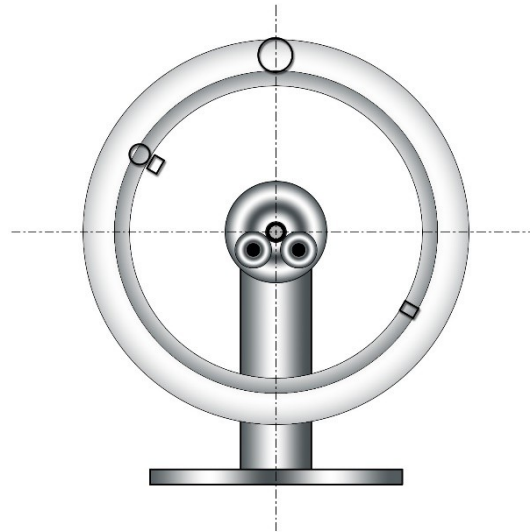

Figure 3: jante neutre de position de repos avec pneu monté
- Pratiquez le pneu sur la jante neutre et laissez-la basculer. L'endroit le plus léger se trouve à nouveau en haut (voir Fig. 3). Marquez cet endroit dans une couleur différente.